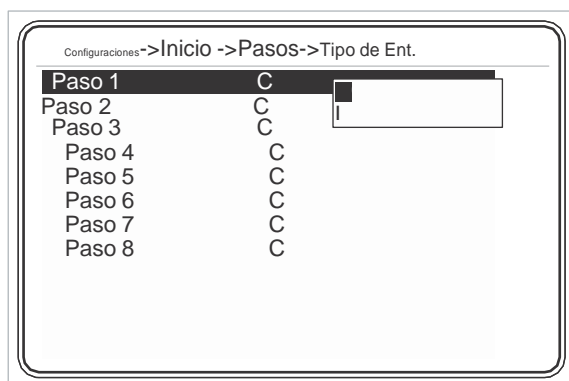

Fig. 3-23 Menú Tipo de entrada.
- Los tipos de pasos se corrigen manualmente. (Ver Fig. 3-23).